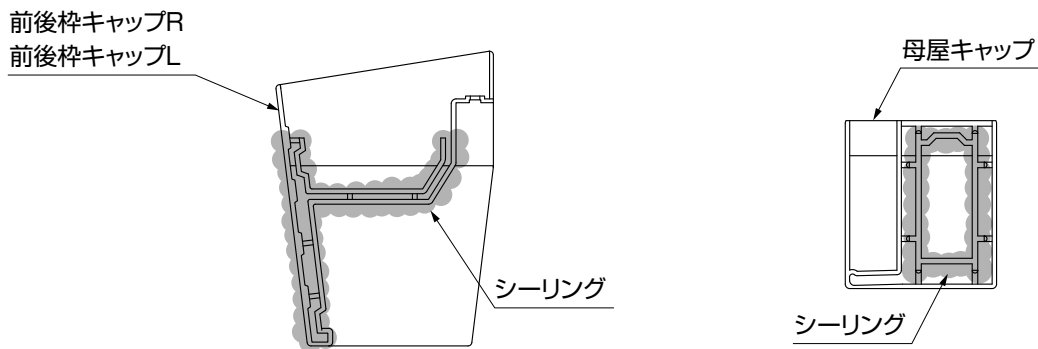

図5-2
- ①前枿・後枿のアーチの取付け部に止水シールを貼付けてください。
- ②前後枿キャップR・Lおよび母屋キャップR・Lにシーリング材を充てんしてください。(図5-2参照)
- ③前後枿キャップR・Lを【8-1】で取付けてください。